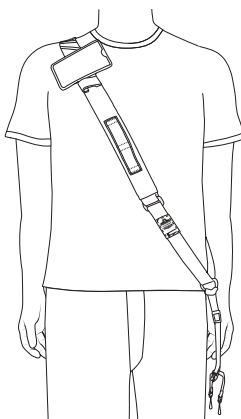

FIG. 6
1. Place the barcode scanner sash lanyard over your head and onto your right or left shoulder [fig. 6]. The ID badge holder should always sit near the chest when wearing.
1. Coloque la cinta con cordón de seguridad para escáner de códigos de barras sobre su cabeza y su hombro derecho o izquierdo [fig. 6]. El espacio para portar la identificación siempre debe quedar cerca de su pecho cuanto tenga puesta la cinta.
1. Passez la bandoulière de lecteur de code-barres au-dessus de votre tête et sur votre épaule droite ou gauche [fig. 6]. Le porte-badge d'identification doit toujours se situer près de la poitrine.